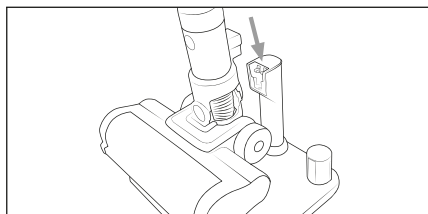

Fig. 6
- Este aparato está equipado con un control de temperatura para proteger la batería ❶. Si la temperatura ambiente es elevada, es posible que, en algunos casos poco frecuentes, se interrumpa el proceso de carga o el aparato se desconecte automáticamente:
- ♦ Coloque el aparato en el soporte para el aparato 17 de la estación de carga 15. Para ello, asegúrese de que los contactos de carga 15 estén completamente en contacto. Tras esto, el indicador de la batería 23 comienza a parpadear y se inicia el proceso de carga (consulte la fig. 6 y la 7).